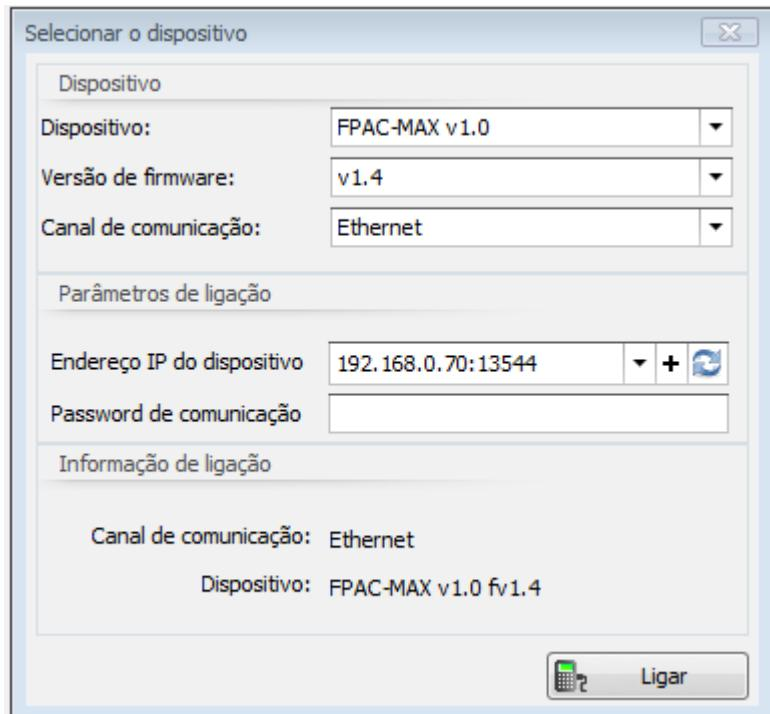

Fig. 6 Janela de seleção de dispositivos em software AC-MAX HW
4. Na janela aberta (fig.6) selecione o dispositivo *FPAC-MAX v1.0 Fingerprint READER*, o firmware *1.4* e o canal de comunicação Ethernet.